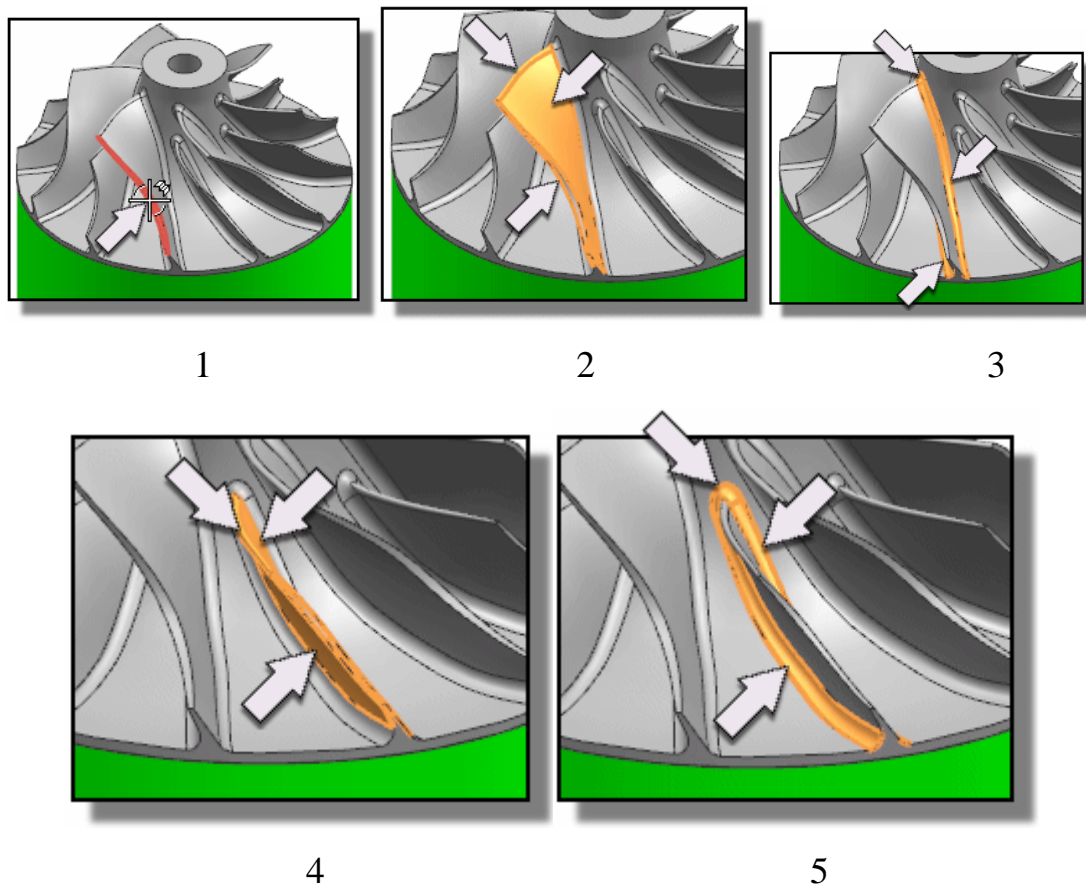

Рисунок 3.12 – Задание элементов геометрии колеса:
- **Выбрать грани скругления (рисунок 3.12).**  (Требуется выбрать три грани одного и того же рассекателя, задающие скругление );